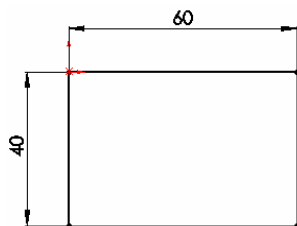

图 6-14 绘制的草图
❶ 设置基准面。在左侧的“FeatureManager 设计树”中用鼠标选择“前视基准面”作为绘制图形的基准面。
❷ 绘制草图。选择菜单栏中的“工具”→“草图绘制实体”→“矩形”命令，以原点为一角点绘制一个矩形并标注尺寸，结果如图 6-14 所示。